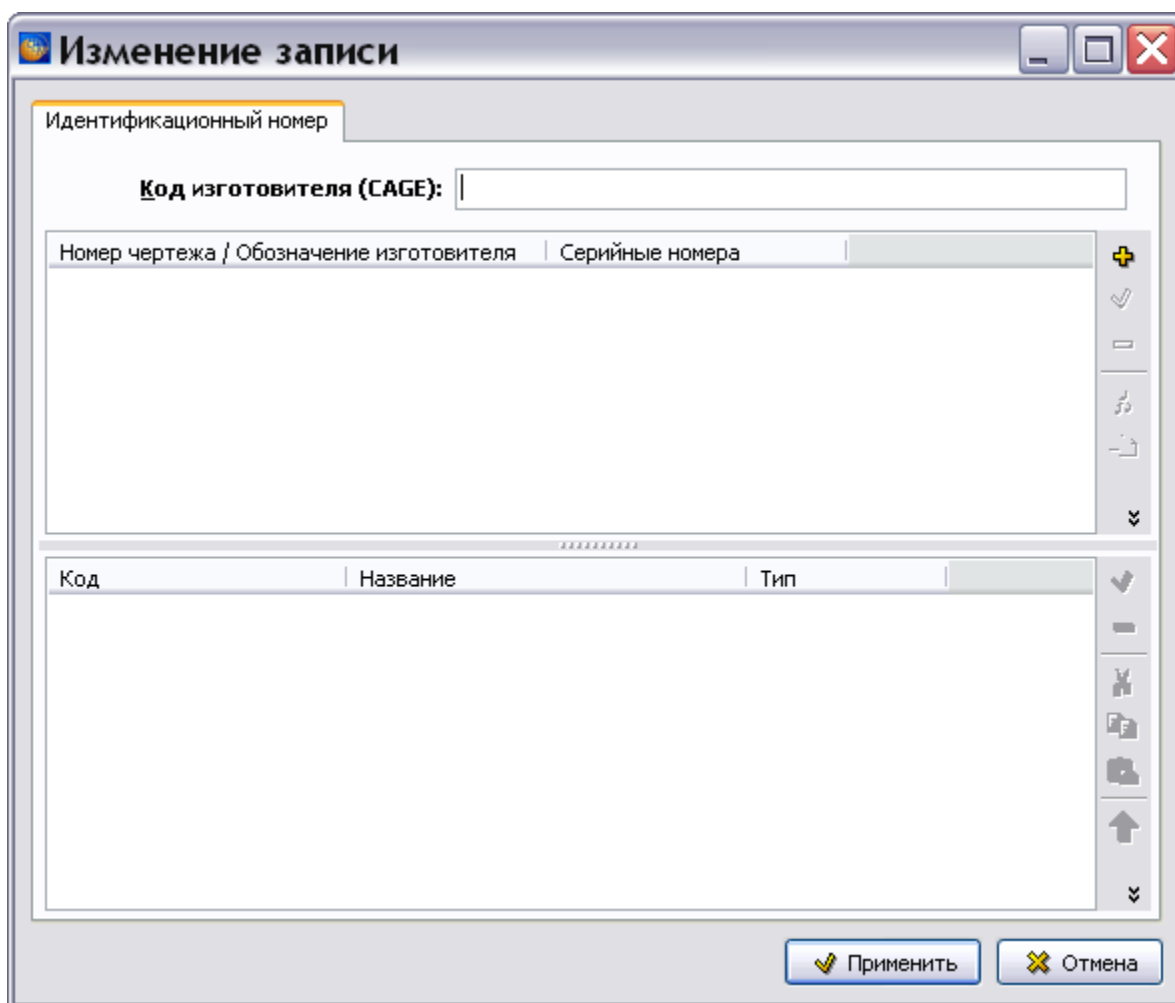

Рис. 17.7
5. Для ввода идентификационного номера нажмите на надпись «Задать ссылку». После этого появится окно **Изменение записи** для идентификационного номера (Рис. 17.7).